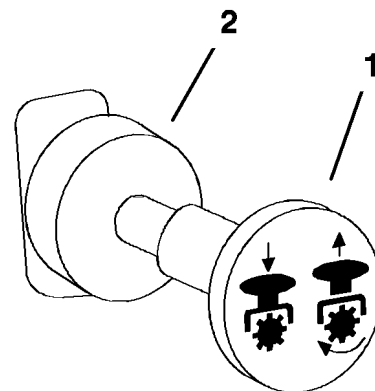

Figura 11
3. Disinserite la presa di forza spostando il comando in posizione Off (Figura 11).
1. Disinserite il comando della PTO spingendolo in posizione Off (Figura 11).